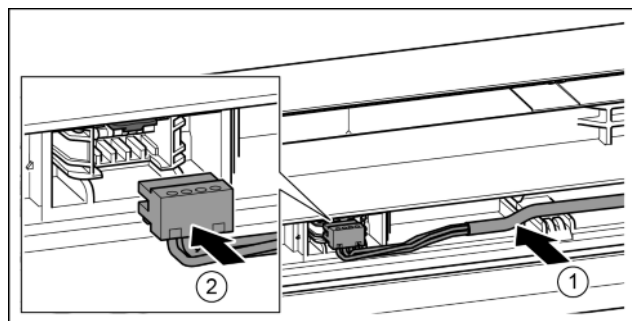

Fig. 41
- ▶ Szary kabel włożyć w przewodnicę w górnych drzwiach. *Fig. 41 (1)*
- ▶ Podłączyć wtyczkę. *Fig. 41 (2)*